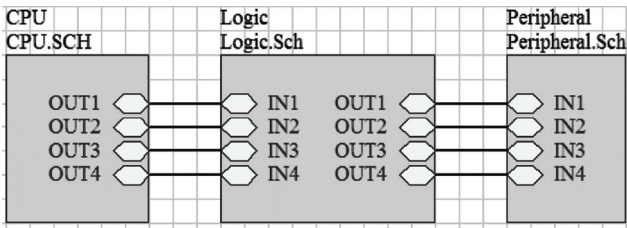

图 5-43 设计完成的顶层原理图
(2) 执行“Place”→“Wire”菜单命令，或单击工具栏中的按钮，使用导线把每一个图表符上的相应电路端口连接起来，完成顶层原理图的绘制，如图 5-43 所示。
(3) 执行“Design”→“Creat Sheet From Symbol”菜单命令，这时鼠标将变为十字形状。移动鼠标到上图左侧图表符内部，单击鼠标左键，此时，系统将弹出一个“Confirm”